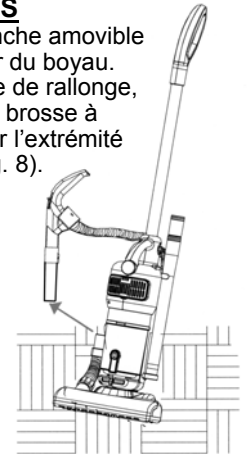

Fig. 8
- Insérez le tube de rallonge, suceur plat ou brosse à épousseter sur l'extrémité du boyau (Fig. 8).